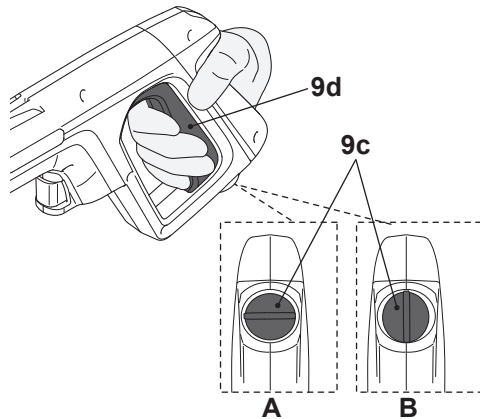

Fig. 20
1. Când blocatorul de declanșare (9c) este în poziție blocată, declanșatorul pistolului de pulverizare (9d) este dezactivat (fig. 20, A).
1. Când blocatorul de declanșare (9c) este în poziție deblocată, declanșatorul pistolului de pulverizare (9d) este activ și pregătit de utilizare (Fig.20, B).